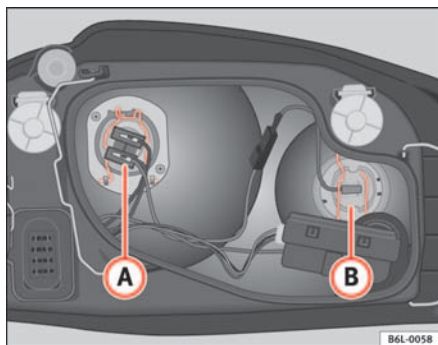

Abb. 143 Glühlampe
- Ziehen Sie den Stecker vom Lampenkabel ab **B** ⇒ Abb. 143.